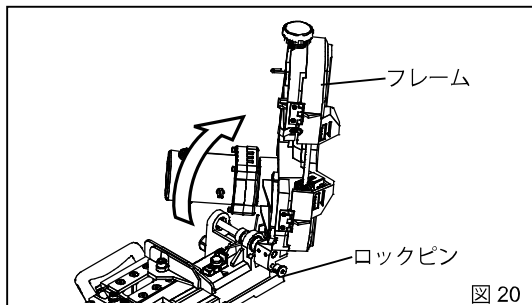
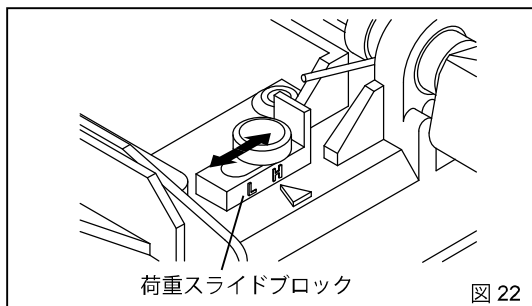

図 20
図 22
1. 切断荷重の調整 (図 20 ～図 22)
- ① フレームを垂直な状態まで持ち上げ、フレーム下部に付いているロックピンをベースの穴に差し込み、フレームを固定します。(図 20)
- ③ 荷重スライドブロックをスライドさせ、側面の切断荷重を表す「H」または「L」をベース上面の△マークに合わせます。(図 22)
- ④ 荷重スライドブロックボルトを時計方向に回し、荷重スライドブロックを固定します。